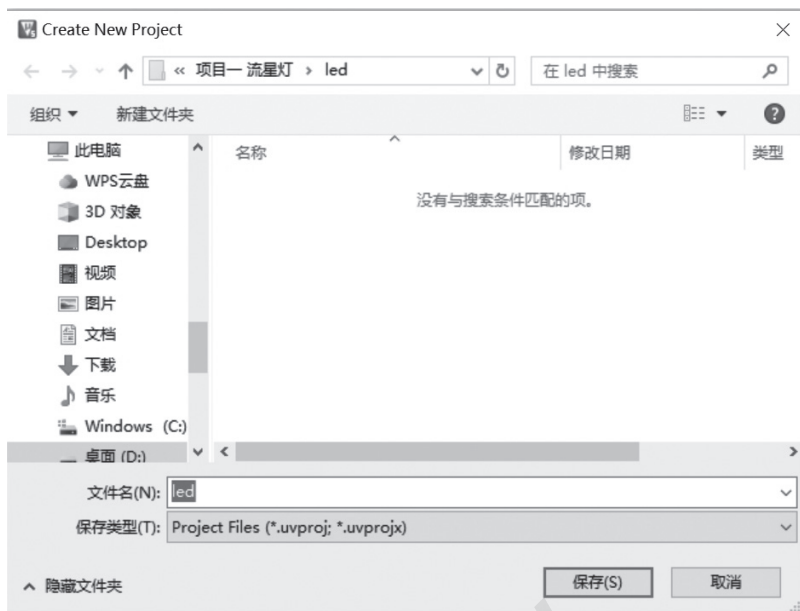

图 1-1-10 新建 Keil C51 工程
(2) 第二步：新建工程。执行 Keil C51 软件的菜单“Project | New µVision Project...”，弹出一个名为“Create New Project”的对话框。先选择一个合适的文件夹来存放工程文件，如“D:\项目一流星灯\led”，其中“led”是新建的文件夹。最后，为工程取名为“led”，并保存。如图 1-1-10 所示。